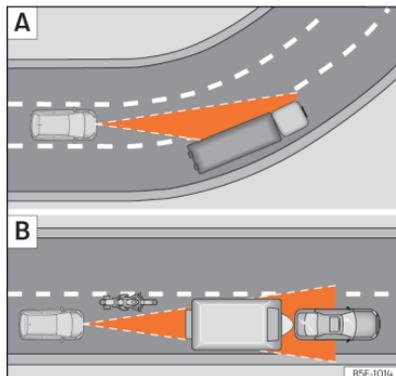

Fig. 142 **A** Veículo numa curva. **B** Motociclista que circula à frente, fora do raio de alcance do sensor de radar.
>>> Fig. 142 **A**.
- Veículos que circulem desalinhados ou fora da zona de deteção do sensor, por exemplo, motociclos >>> Fig. 142 **B**.